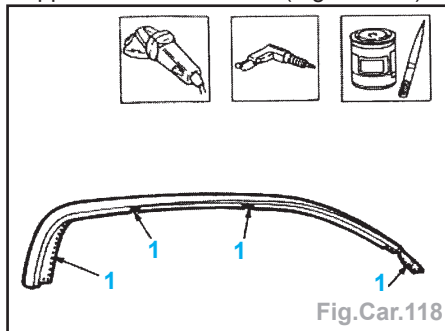

Fig.Car.118
- Effectuer des trous (1) appliquer un apprêt électro-soudable (Fig.Car.118).